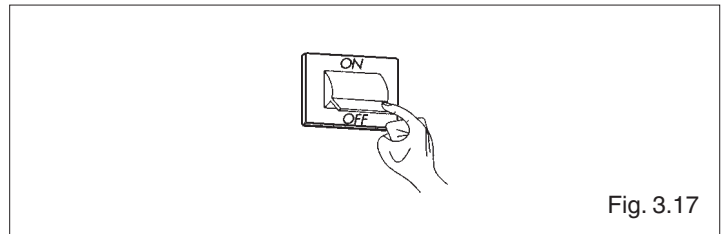

Fig. 3.17
- Prima di iniziare lo svuotamento dell'impianto togliere l'alimentazione elettrica alla caldaia posizionando l'interruttore generale dell'impianto e quello del pannello di comando su "spento" (fig. 3.17)